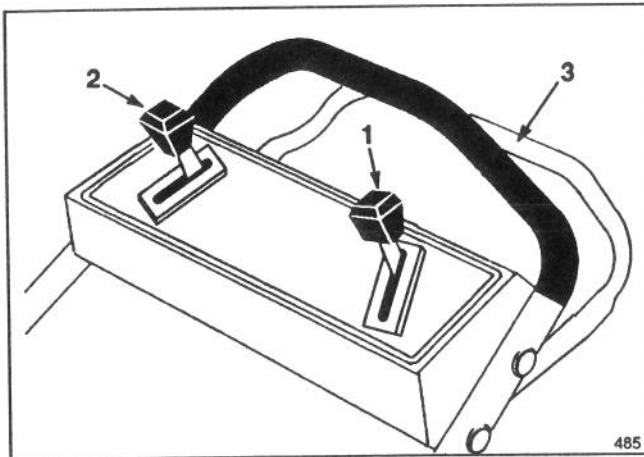
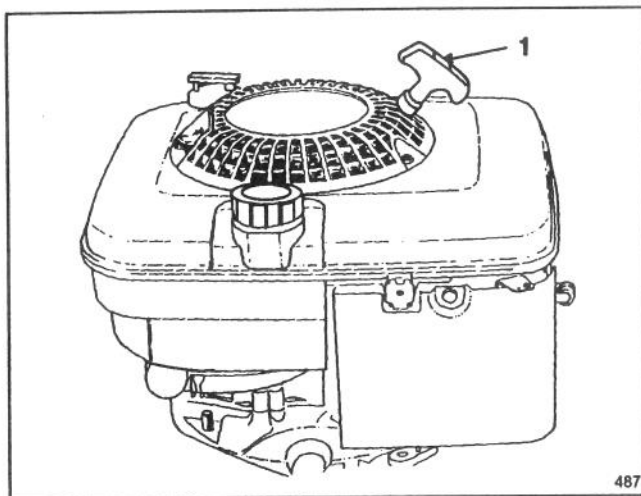

Figure 8
Figure 9
1. **COMMANDES** – les commandes de vitesse d'avance et d'autotraction se trouvent sur la partie supérieure du mancheron (Fig. 8). Le démarreur à corde est monté sur le dessus du moteur (Fig. 9).
4. **VITESSE D'AVANCE** (Fig. 8) – La vitesse d'avance varie en fonction de la distance entre la barre de commande et le mancheron. Placer le sélecteur de vitesse sur la position désirée. Les trois chiffres "1", "2" et "3" correspondent respectivement à une avance lente, moyenne et rapide. Pour les travaux de finition ou lorsque l'opérateur quitte la position de conduite le sélecteur de vitesses doit être mis au point mort (position "N").
5. **TRACTION DES ROUES** (Fig. 8) – Amener la barre de commande en position RUN/SHIFT (marche/embrayage). Placer le sélecteur de vitesses sur la position désirée et presser la barre de commande contre le mancheron pour embrayer.